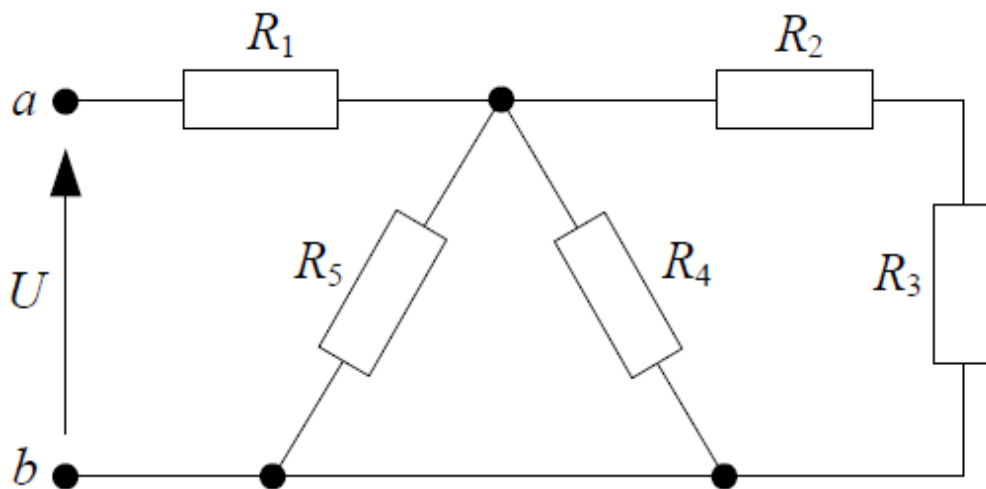

Рис. 18
2.8 Определить эквивалентное сопротивление R_{ab} пассивной цепи на рис. 18, если $R_1 = 2,5 \text{ Ом}$, $R_2 = 4 \text{ Ом}$, $R_3 = 2 \text{ Ом}$, $R_4 = 6 \text{ Ом}$, $R_5 = 3 \text{ Ом}$.